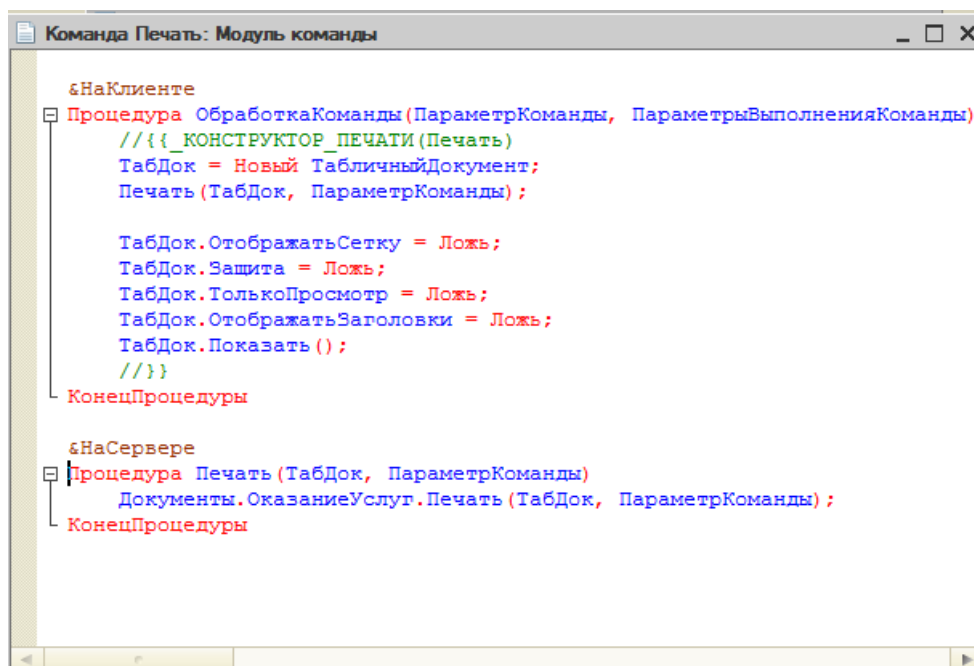

Рисунок 97 Модуль команды Печать
- Нажмите кнопку «ОК» для автоматического формирования модуля команды **Печать** (рис. 97), модуля менеджера документа (рис. 98) и макета документа (рис. 99). Изучите их содержание.